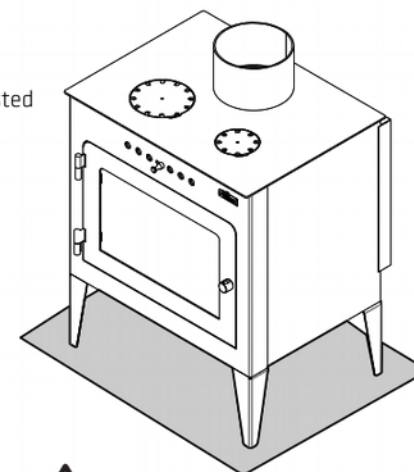

Figura 1
- El piso sobre el que se instala deber ser una base regular y nivelada de material sólido no combustible. De no existir o estar deteriorado deberá construirse para que la Ñuke quede segura. (Figura 1)
- En caso de ser de madera, alfombra o plástico, al momento de hacerlo se pondrá una base protectora de metal (opcional) u otro material incombustible bajo el calefactor o el insertable. (Figura 1)